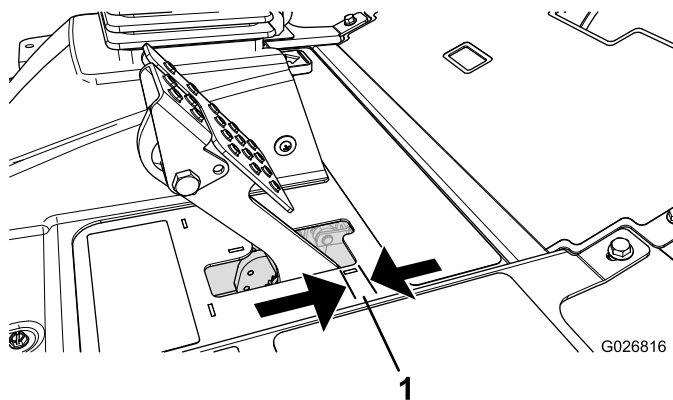

Bild 51
Stellen Sie die Bremsen ein, wenn das Bremspedal mehr als 2,5 cm Spiel hat, oder wenn die Bremsen nicht mehr gut genug greifen (Bild 51). Als Spiel gilt die Entfernung, die das Bremspedal zurücklegt, bevor ein Bremswiderstand spürbar ist.
- Ziehen Sie die hintere Mutter an, um den Zug nach hinten zu bewegen, bis die Bremspedale ein Spiel zwischen 6,3 mm bis 12,7 mm aufweisen, bevor die Radsperre auftritt (Bild 51).